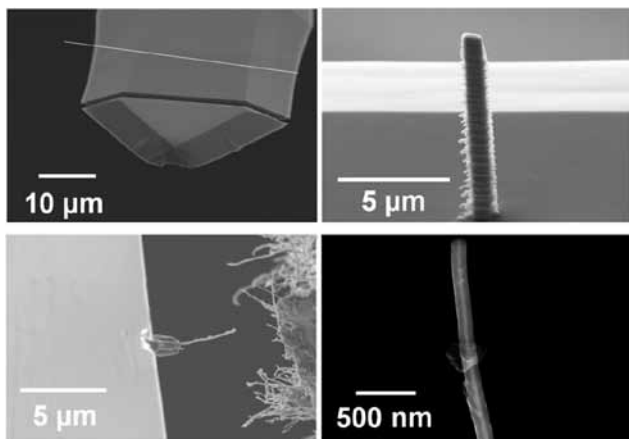
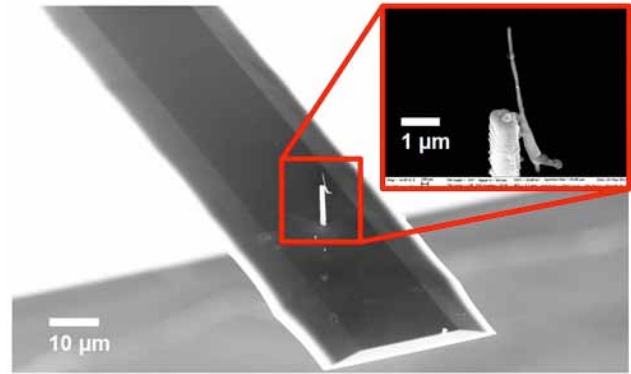
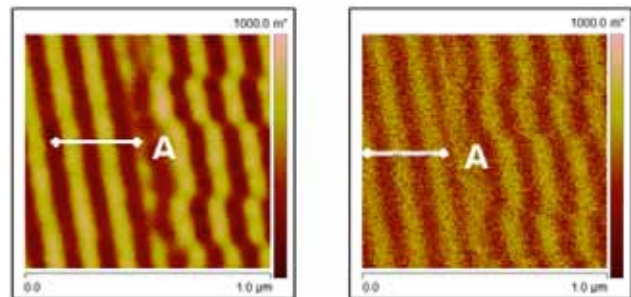
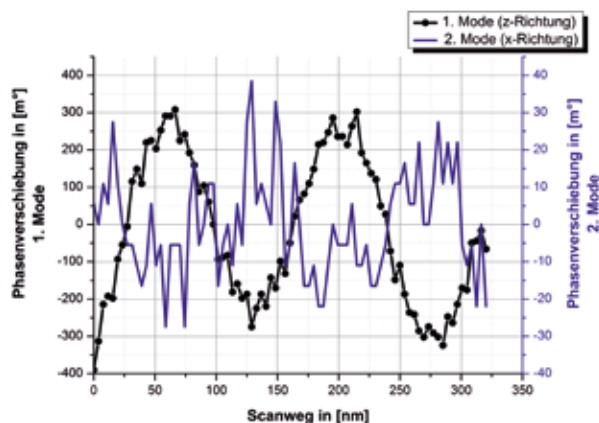

Abb. 3: Herstellung einer modifizierten MFM-Sonde
Abb. 4: MFM-Cantilever mit Abstandselement und FeCNT am Ort des Schwingungsknotens der zweiten Mode
Abb. 5: Phasenverschiebung bei Messung in der ersten Mode (links) und der zweiten Mode (rechts)
Abb. 6: Phasenverschiebung für Scanlinie A aus Abbildung 5 für die erste und zweite Mode
muss die Eisenfüllung des Nanotubes kontrolliert werden. Es ist wichtig für die Funktion der Sonde, dass die Füllung bis in die Spitze des Nanotubes reicht, damit der effektive Abstand des magnetischen Materials der Sonde zur Probenoberfläche möglichst gering ist. Abbildung 3 zeigt die Herstellungsschritte und Abbildung 4 die modifizierte Messsonde bestehend aus Cantilever, Abstandselement und FeCNT.
Testmessungen in erster und zweiter Schwingungsmode mit der in Abbildung 4 gezeigten Sonde an einer Festplatte (Seagate 5400.6) sind in Abbildung 5 dargestellt. Um zu bestimmen, ob tatsächlich magnetische Streufelder in der Probenebene gemessen werden, werden die Messungen für die Phasenverschiebung mit der ersten und der zweiten Schwingungsmode gegenübergestellt (Abbildung 5).
Eine genauere Betrachtung des in Abbildung 5 untersuchten Probenbereiches zeigt, dass Magnetfeldkomponenten in y -Richtung nur in geringem Maße vorliegen. Anhand der hier nicht gezeigten Topographiebilder wurde für beide Messungen eine Messlinie am selben Probenort ermittelt (A) und die Phasenverschiebung entlang dieser Messlinie bestimmt. Abbildung 6 zeigt das Ergebnis und es ist deutlich zu erkennen, dass die beiden Signale bis auf einen Vorfaktor additiv invertiert sind. Dies lässt den Schluss zu, dass mit den neuen Sonden tatsächlich Ableitungen der Feldkomponenten in der Probenebene sowie, wie bisher üblich, auch senkrecht dazu messbar sind.
Die Messungen in Abbildung 6 zeigen außerdem, dass bei Verwendung der in Abbildung 4 gezeigten Sonde die Phasenverschiebung in der zweiten Schwingungsmode um eine Größenordnung kleiner ist als das Signal bei Messung in der ersten Mode. Dies resultiert hauptsächlich aus der höheren Federkonstante, die sich bei Schwingungen höherer Ordnung gegenüber der Federkonstanten der Fundamentalschwingung ergibt. Eine Verringerung der Federkonstanten aller Biegeschwingsungsordnungen ist möglich durch die Verwendung von längeren Cantilevern sowie Cantilevern mit geringerer Biegesteifigkeit (beispielsweise durch Verringerung von Breite und Höhe). Einen selektiven Einfluss auf die Federkonstante der mit der zweiten Mode verbundenen Schwingung in x -Richtung hat die Länge des Distanzelementes. Hierbei ist jedoch zu beachten, dass die Eigenfrequenzen des Abstandselementes über den bei den MFM-Messungen angewandten Frequenzen liegen müssen. Mit anderen Worten, das Abstandselement sollte sich steif verhalten.
Abb. 4: (a) Bohrkern, (b) Voxelmodell, (c) STL-Datei in ViewExpert von Deskartes, (d) Definition der Lage der Stahlfaser (OBB) im Raum durch die Winkel α (Lage in der x-y-Ebene) und Winkel γ (Lage bezüglich z-Achse, Spritzrichtung)